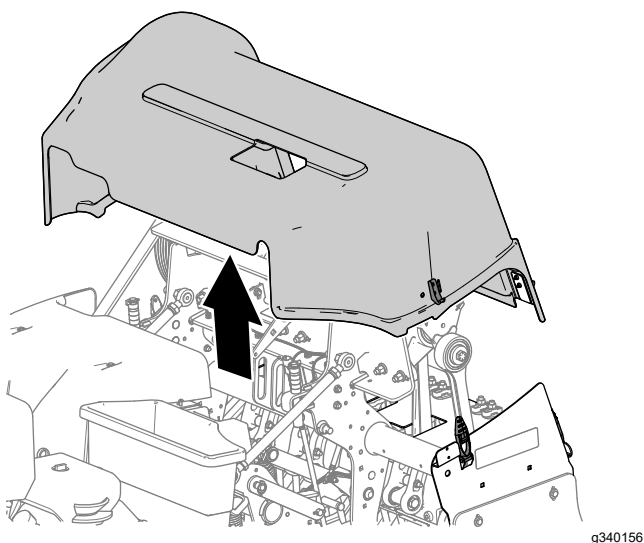

Figure 151
5. Soulevez et déposez le capot de la tête d'aération de la machine (Figure 151).